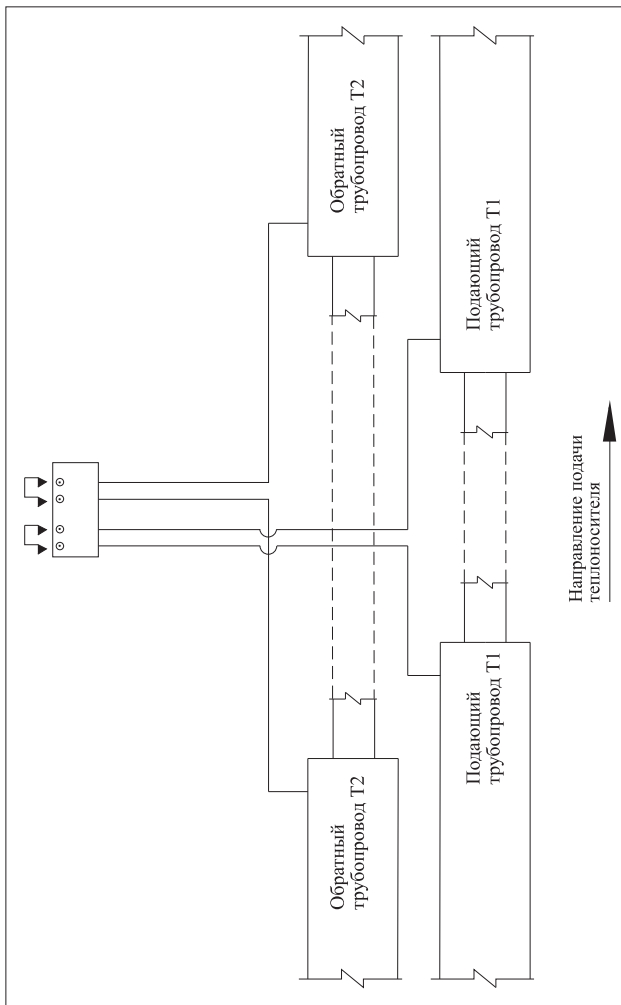

Рис. 4 «Разъединение/закольцовка двух независимых двухтрубных систем ОДК»
2.3. Разъединение/закольцовка двух независимых двухтрубных систем ОДК, сходящихся с двух сторон в тепловой камере или другом объекте - **Рис. 4, 9.**